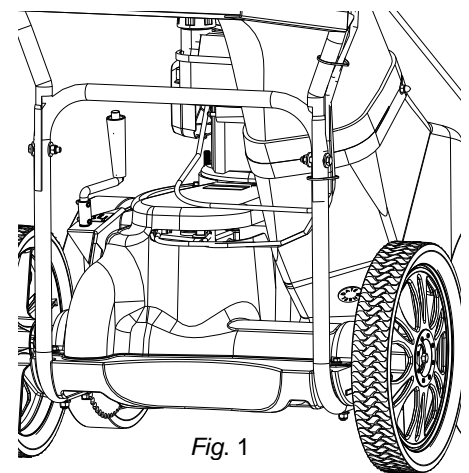

Fig. 1
*BEMÆRK:* Sørg for at kabelføringen går via undersiden af kølerhjelm og huset. (Se fig. 1)